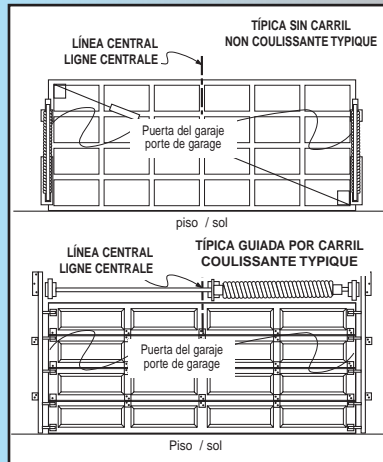

Fig. 2-1
- Mida esta distancia desde el costado de la puerta y trace una línea con lápiz, verticalmente desde el tope de la puerta hacia abajo, aproximadamente a 1 pie. Esta es la línea central. **Fig. 2-1.**
- Continúe marcando la línea central en la pared arriba de la puerta, desde el tope de la puerta aproximadamente a 1 pie, **Fig. 2-1.**
- Mesure cette distance d'un côté de la porte et tracer une ligne verticale à l'aide d'un crayon en partant du dessus de la porte et en descendant vers le bas sur environ 30 cm. Cette ligne représente la ligne centrale. **Fig. 2-1.**
- Continuer de marquer la ligne centrale sur le mur en remontant sur le dessus de la porte sur environ 30 cm. **Fig. 2-1.**